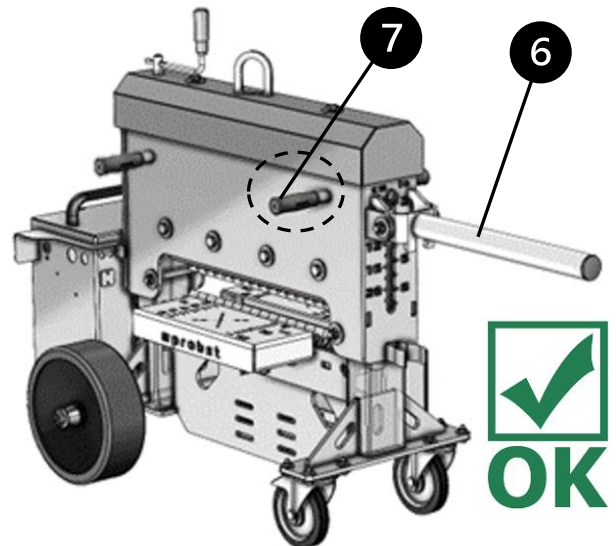

Abb. 2
- Hierzu muss der Transporthebel **6** in waagrechte Position gebracht werden. → Abb. 2